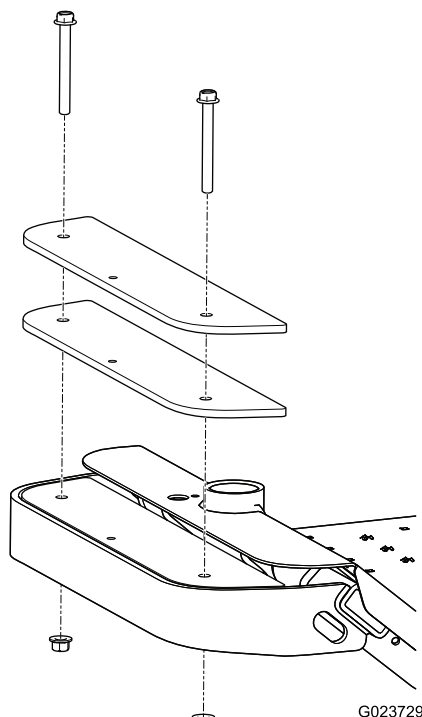

図 12
1. 車体前部についている既存のウェイトのボルト2本とナット2本を外す 図 12。